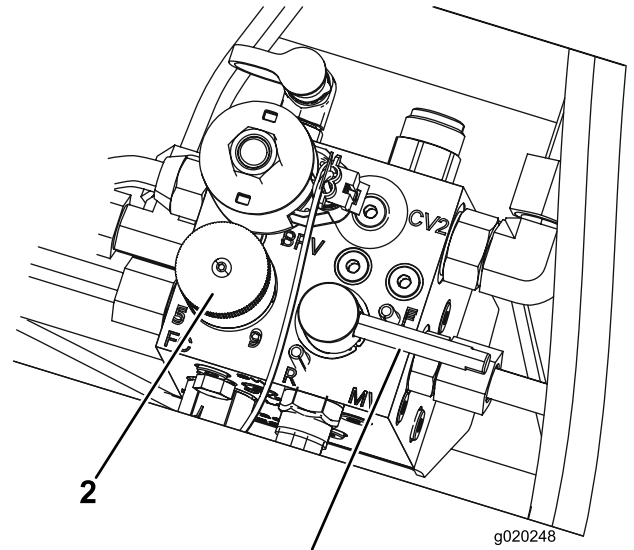

图 83
5. 将滚刀速度控制杆设置为位置 1 (图 83)。
6. 将倒磨控制杆移至 R 倒磨位置 (图 83)。